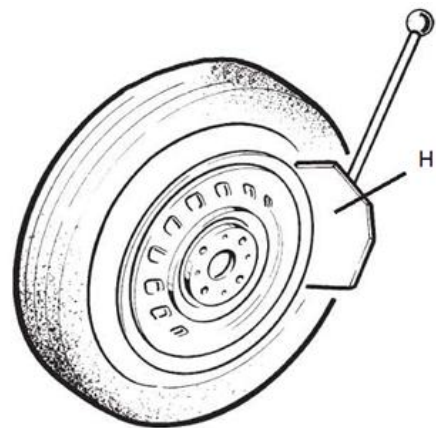

Fig. 4-3-2
- Appuyer sur la pédale (K) pour activer le décolle-talon et la relâcher lorsque la lame a atteint la fin de sa course ou dès que le talon est décollé (voir Fig. 4-3-2)